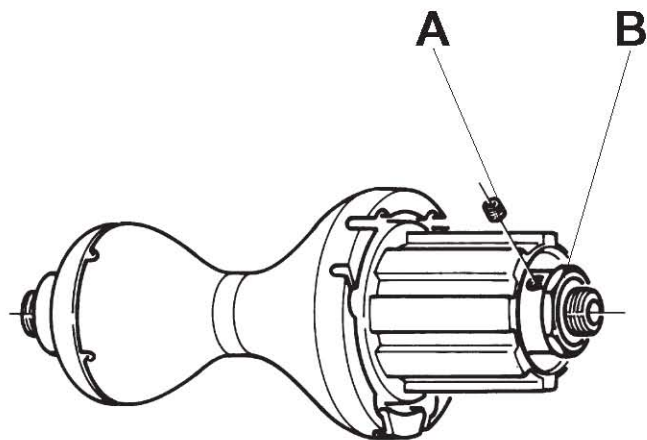

Fig. 58
- Svitare il grano a brugola (A) (chiave da 2 mm) che serve di sicurezza al dado (B) (Fig. 58).
- Dévissez la vis à six pans (A) (clé de 2 mm) qui sert de sécurité pour l'écrou (B) (Fig. 58).
- Unscrew the safety Allen screw (A) (2 mm Allen key) which secures the lock-nut (B) (Fig. 58).
- Desatornillar el tornillo Allen (A) (llave de 2 mm) que sirve para sujetar la tuerca (B) (Fig. 58).
- Die 2 mm Inbus-Madenschraube (A), die als Sicherung der Mutter dient (B) (Abb. 58), lockern.
- Draai de veiligheid-inbusbout die de borgmoer blokkeert los (2 mm inbusboutje) (Fig. 58).